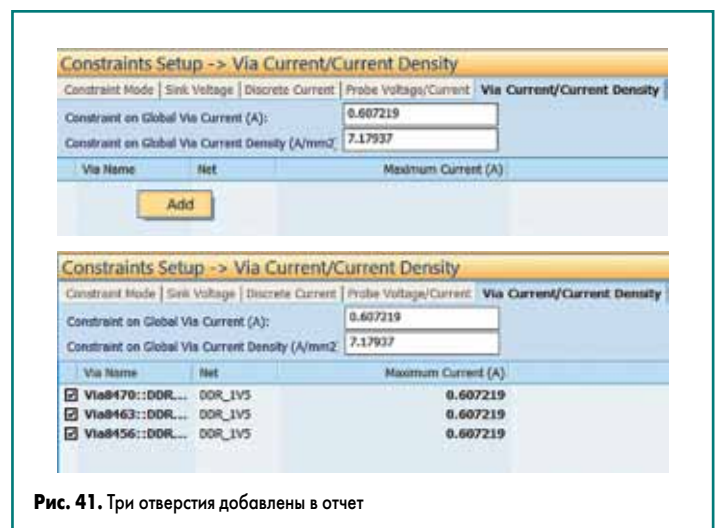

Рис. 41. Три отверстия добавлены в отчет
- Перевести курсор мышки на свободную область в нижней части экрана и, нажав ЛКМ, выбрать опцию **Add**. Необходимые отверстия будут добавлены в список (рис. 41).